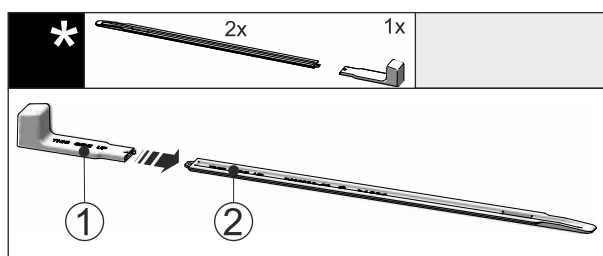

Fig. 44
- Montážní úchyt Fig. 44 (1) připevněte k nivelační liště Fig. 44 (2).